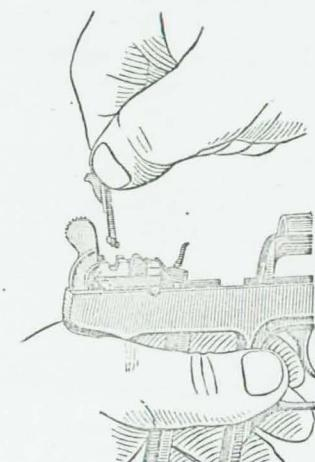

Рис. 22. Присоединение передающего рычага
7. Присоединить передающий рычаг. Удерживая пистолет левой рукой, большим и указательным пальцами правой руки взять передающий рычаг длинной цапфой к себе в вертикальном положении (рис. 22) вставить цапфы в цапфенные гнезда. Повернуть передающий рычаг и нажимать на его верхний выступ вниз до получения щелчка. При этом нижний выступ должен упереться в замедлитель, а отражатель — встать над ним.